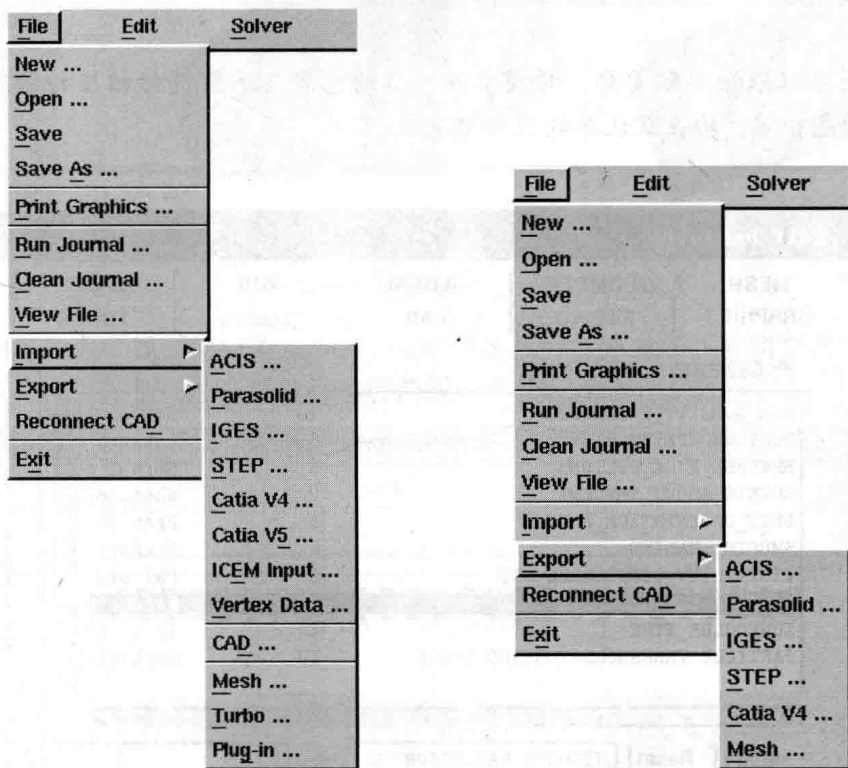

图 1-3 Gambit 文件菜单的导入与导出列表
- (1) 新建工程或打开已有工程，其识别的文件后缀名为.dbf。
- (2) 将当前工程进行保存或另存为操作，保存后在工作目录会生成三个文件，后缀名分别为.jou、.trn、.dbf。
- (3) 将当前窗口的图形输出或打印。
- (4) 运行或清除日志，后缀名为.jou。
- (5) 查看当前文件的相关信息。
- (6) 导入其他软件生成的几何模型或网格，或导出当前模型与网格，完成相关的数据交换，其导入、导出列表如图 1-3 所示，对于 FLUENT 而言，需要将 Gambit 建立好的模型及网格导出为后缀名为.msh 的文件。